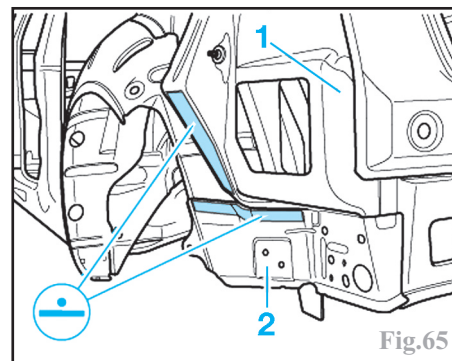

Fig.65
Rétablir l'accostage d'origine avec la tôle de feu (1) et l'équerre (2) (Fig.65).